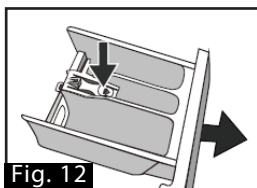

Fig. 12
1. Presione hacia abajo la flecha ubicada en la tapa del suavizante ☼ dentro de la cubeta (Fig. 12).